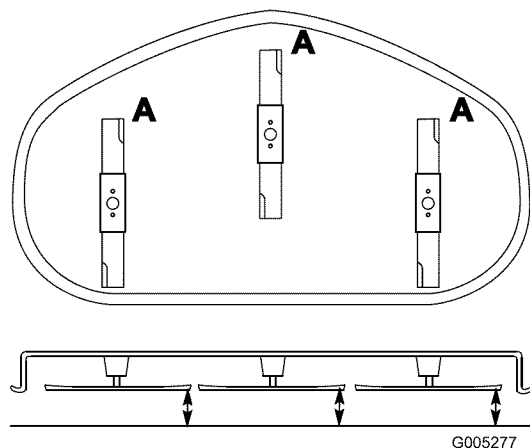

**Figura 33**
1. Inspeccione los filos de corte (Figura 33). Si los bordes no están afilados o tienen mellas, retire las cuchillas y afílelas; consulte Cómo afilar las cuchillas.
2. Inspeccione las cuchillas, especialmente la parte curva (Figura 33). Si observa daños, desgaste o la
formación de una ranura en esta zona (elemento 3 en la Figura 33), instale inmediatamente una cuchilla nueva.